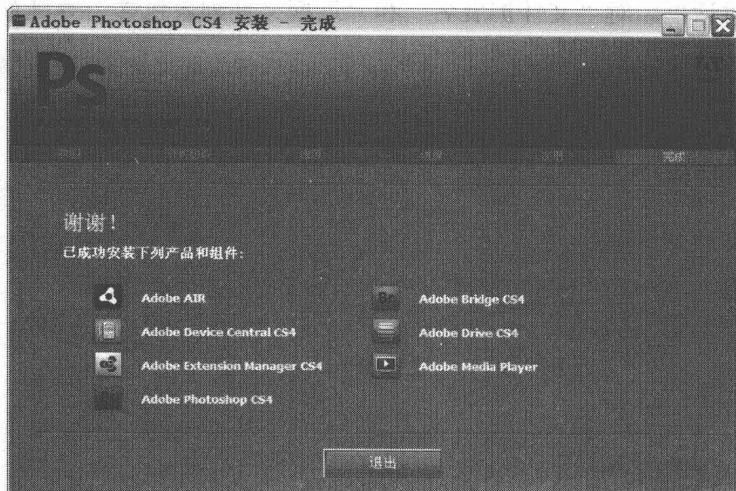

图 1-7 安装完成
(7) 如图 1-6 所示,安装进度结束以后,弹出“注册界面”开始注册,单击“以后注册”跳转到如图 1-7 所示的安装完成界面;填写相应的资料,单击“立即注册”按钮,对软件进行注册。
(8) 如图 1-7 所示, Adobe Photoshop CS4 安装完成后出现“退出”选项, 单击后对话框就会自动关闭。